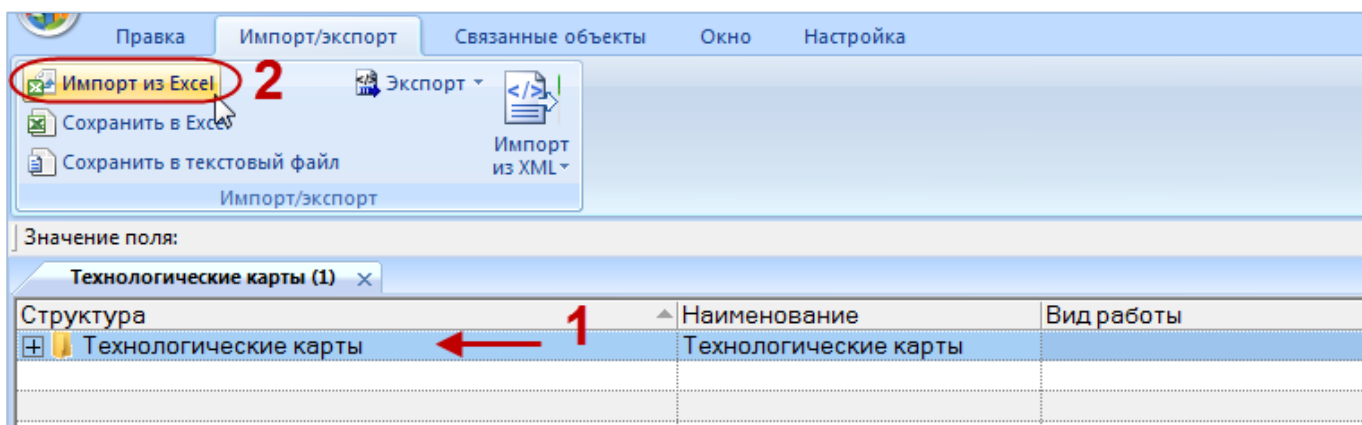

Рис. 12-83 – Импорт ТК из файла Excel
- 3) Выбрать в рабочем окне «Технологические карты» папку, в которую будут добавлены данные из файла, и нажать кнопку «Импорт из Excel» панели «Импорт/Экспорт» (1 и 2 на рис. 12-83).